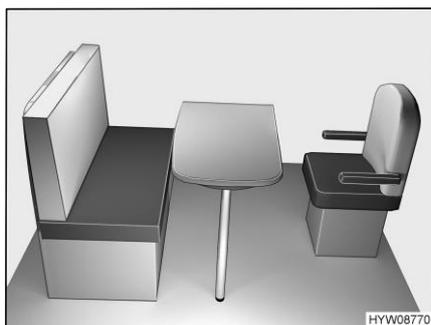

Fig. 78 Prima della trasformazione
- Ruotare il sedile del conducente verso il tavolo (Fig. 78).